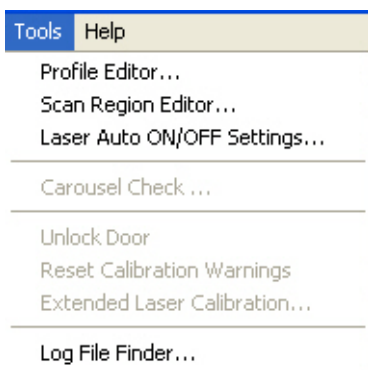

Figure 27 Menu Tools (Outils)
- 1 Dans la barre de menus, cliquez sur **Tools > Profile Editor** (Outils > Editeur de profils ; voir la Figure 27).
- Dans la barre de menus, cliquez sur **Tools > Scan Region Editor** (Outils > Editeur de régions de balayage ; voir la Figure 27).